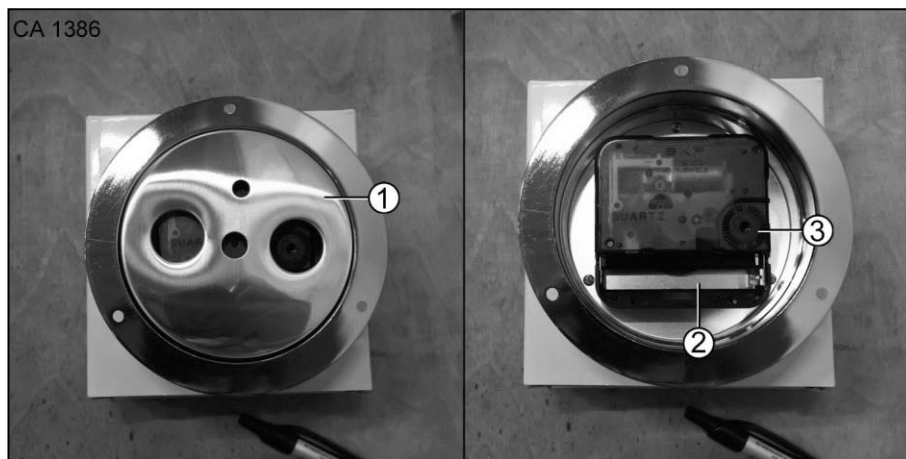

Fig. 191 Horloge
2. Enlever le recouvrement (Fig. 191/1) sur la face arrière de l'horloge.
3. Remplacer la pile (Fig. 191/2) si nécessaire (1,5 V AA).
4. Régler l'heure en tournant la roue (Fig. 191/3).